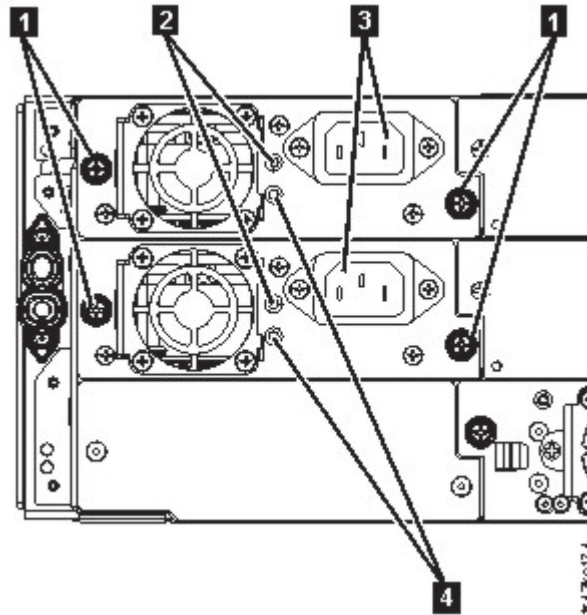

图 67. 电源
- 白色 (第 111 页的图 67 中的 **2**) 指示灯点亮。
- 绿色 (第 111 页的图 67 中的 **4**) 指示灯未点亮。